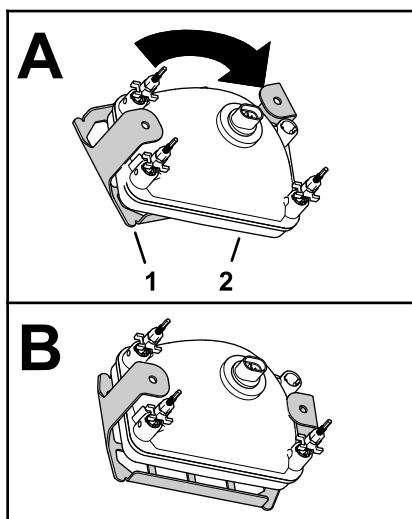

图 45
4. 如 图 45 所示将大灯护罩组装到大灯上。
- 7. 用 4 个凸缘螺栓 $5/16 \times \frac{5}{8}$  英寸将大灯护罩固定到大灯安装支架上 图 45。